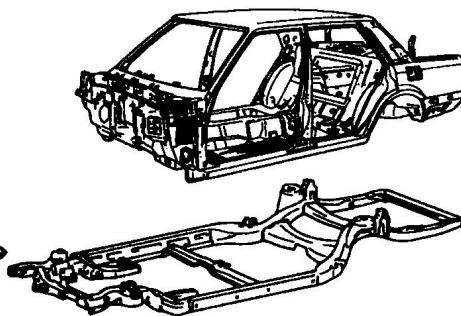

图 1-9 半承载式车身
2) 半承载式车身。半承载式车身(图1-9)与车架是刚性连接,载荷主要由车架承受,车身只承受一部分。这种结构车身是为了避免非承载式车身相对于车架位移时发出较大的噪声而设计的。由于其重量大,现在很少采用。